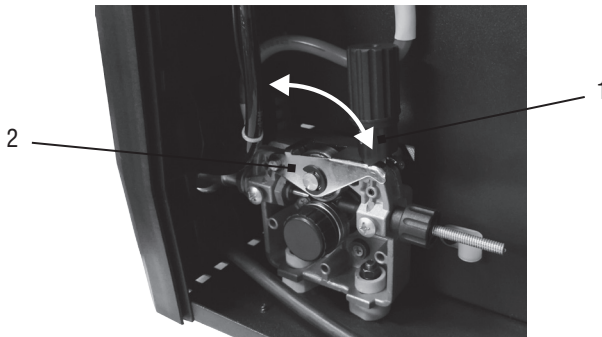

Fig. 1 – Roldana
- Abra o braço de pressão, peça 1, Fig. 1;
- Abra o braço da roldana superior, peça 2, Fig. 1;